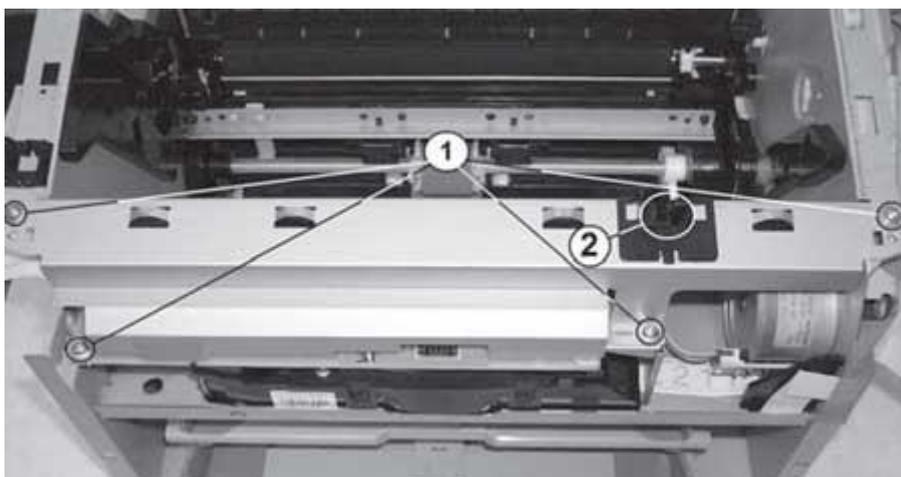
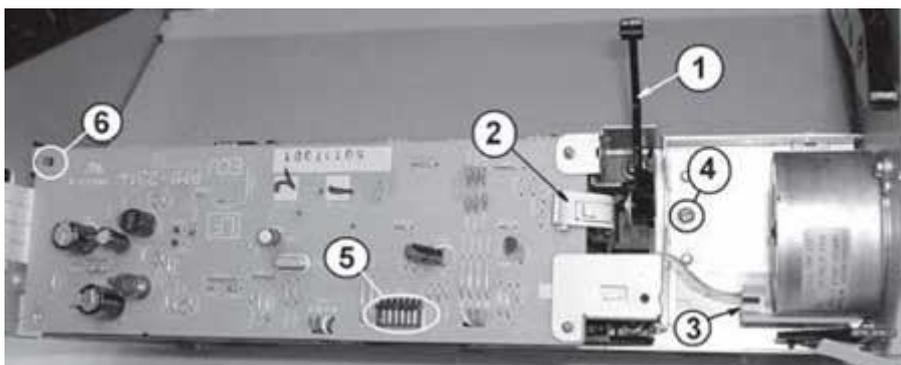
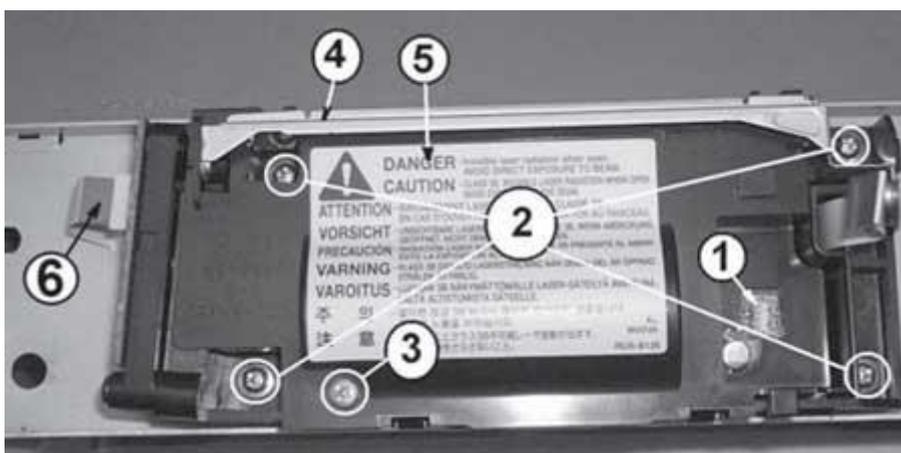

Рис. 28. Винты крепления защитного ограждения
Рис. 30. Снятие шторок
Рис. 31. Снятие блока лазера
1. Откручивают четыре винта крепления защитного ограждения (рис. 28, поз.1).
3. Перемещают рычаг привода шторки вниз до выхода фиксатора за пределы сектора на шторке и вынимают из отверстия шторки (рис. 30, поз. 1).
4. Отключают плоский шлейф от платы питания (рис. 7, поз. 2), шлейф управления лазером на плате ECU (рис. 30, поз. 2) и разъем от двигателя привода (поз. 3).
7. Откручивают винт крепления кронштейна платы (рис. 30, поз. 4), приподнимают плату, отключают от блока лазера разъем управления двигателем квадратного зеркала (рис. 31, поз. 1) и снимают плату в сборе с кронштейном.
Сборку выполняют в обратном порядке. Обращают внимание на установку рычага привода шторки лазера и кронштейна крепления шлейфа, а также на посадку платы отверстием на фиксатор (рис. 30, поз. 6). При установке защитного ограждения убеждаются в расположении рычага привода шторки в пазу пластмассовой направляющей, установленной на ограждении (рис. 28, поз. 2). Нажатием на рычаг проверяют работу шторки, фиксируют шлейф скотчем.
2. Откручивают четыре винта и снимают блок лазера (рис. 31, поз. 2).
- крышка блока - (рис. 31, поз. 5);
1. Отключают плоский шлейф от платы управления лазером и снимают с блока (рис. 31, поз. 6).
Устанавливают картридж, загружают бумагу в приемный лоток и включают принтер. При выходе на готовность (горит индикатор "Готов" на панели) запускают встроенный тест "матроска". Для запуска теста замыкают 1 и 6 контакт (крайние) разъема J901, расположенного на плате ECU (рис. 30, поз. 5). Разъем J901 доступен только при снятой передней крышке. Тест проверяет работоспособность основных узлов: блока лазера, платы источника питания, узла термозакрепления, двигателя транспорта бумаги и датчиков принтера. При успешном выполнении теста подключают принтер к компьютеру и распечатывают тестовую страницу. Визуально оценивают качество полученной распечатки.